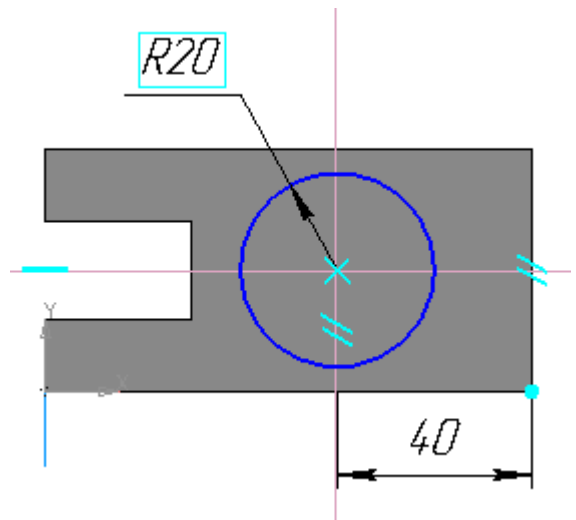

Рис. 13
- с помощью параллельных прямых, горизонтальной прямой и глобальной привязки **Середина** найдите центр цилиндра и постройте окружность радиусом 20 мм (рис. 13);